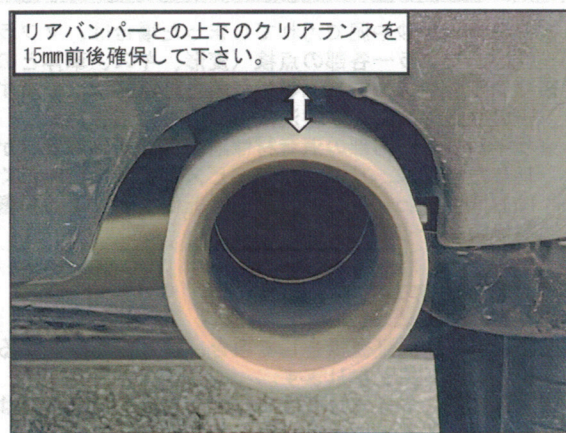

FIG. 5
11. 各部の本締めが終了したら、マフラー全体を軽く揺すり、各部のクリアランスを点検して下さい。マフラーと車両各部とのクリアランスが、排気口とリアバンパーとの上下のクリアランスが15mm前後、それ以外の部分が10mm以上確保できていることを確認して下さい。クリアランスが確保できない場合は再度位置を調整して下さい。(FIG. 5参照)